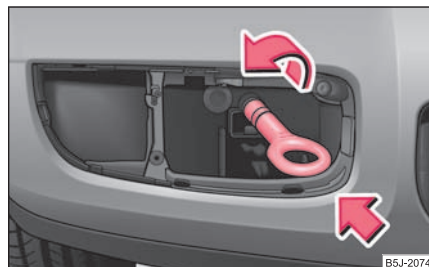

Abb. 201 Vordere Stoßfänger: Einbau der Abschleppöse
- Abschleppöse von Hand nach links bis zum Anschlag ⇒ Abb. 201 einschrauben.